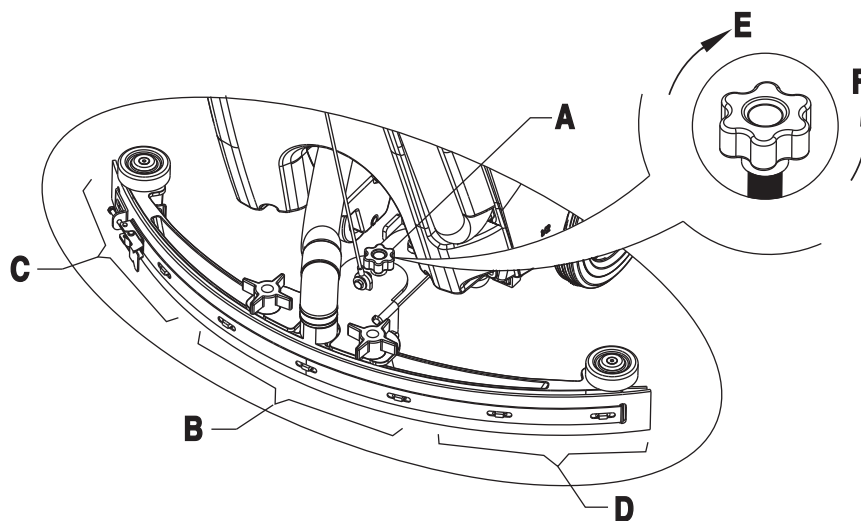

FIGURE 4
8. Réglez la raclette à l'aide du bouton de réglage (A) (Figure 4).